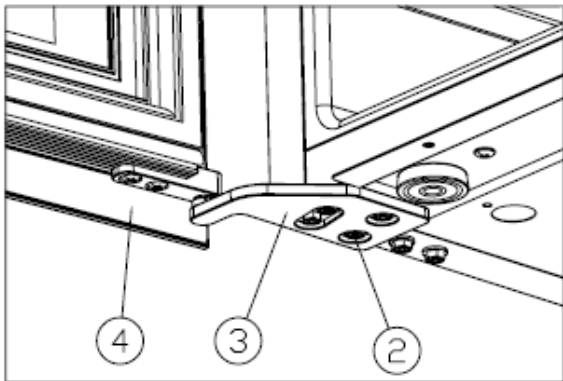

Figure 5
Installeer het rechter bovenscharnier (3) en draai de M5\*16-schroeven (2) vast. [Figure 5]